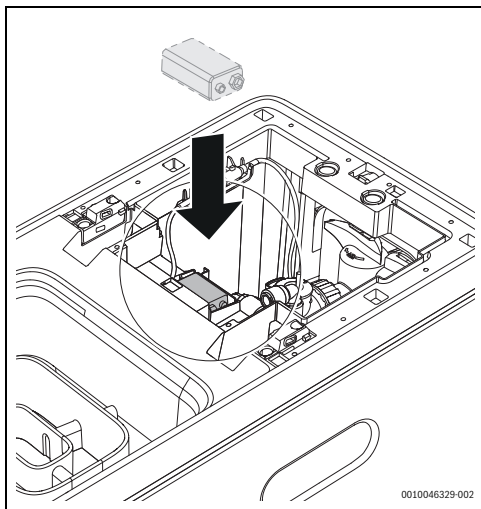

Fig. 8 Conexión de la pila
2. Abrir la cubierta superior y conectar la pila 6LR61 9 V a la válvula (→fig. 8).